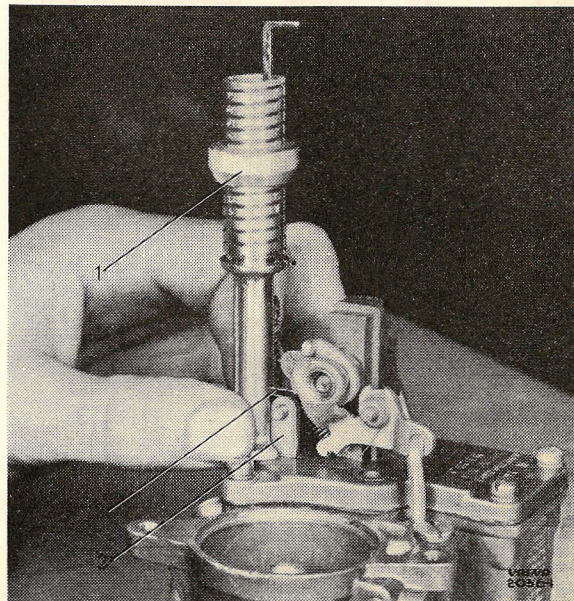

Bild 90.
Med muttern (1) på pumslagmätaren inställes haken (2) så att den tangerar kolvstångens (3) övre ände, se bild 90. Avläs och anteckna värdet på skalan.